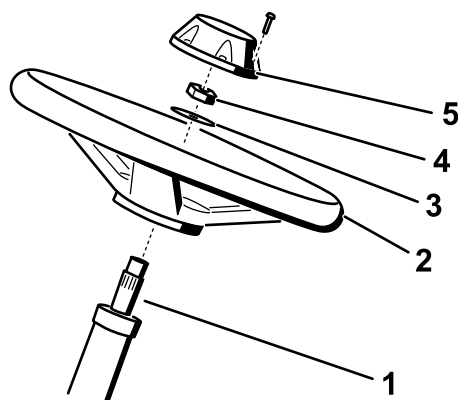

Figura 6
1. Aplique compuesto antiadherente a la columna de dirección (tal y como se muestra en la Figura 6).
2. Instale el volante en la columna de dirección con la arandela y la contratuerca (Figura 6).
4. Instale el embellecedor en el volante (Figura 6).